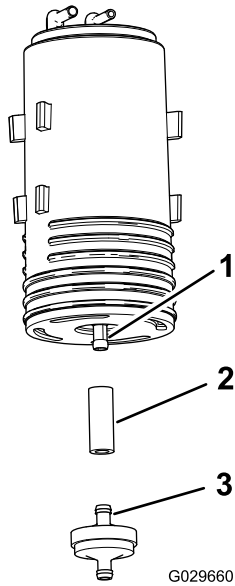

图 45
4. 从旧碳罐的下接头卸下碳罐过滤器和短段软管图 45。
5. 将软管安装到新碳罐的下接头图 45。
6. 将新碳罐过滤器的接头插入软管图 45。